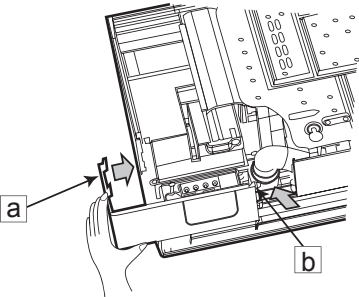

图14-1
(1) 连接盖板拆去顺序
用手将面框右下角风室下盖板 ①、② 处的钩子沿箭号方向拉，将风室下盖板取出。（如图14-1）